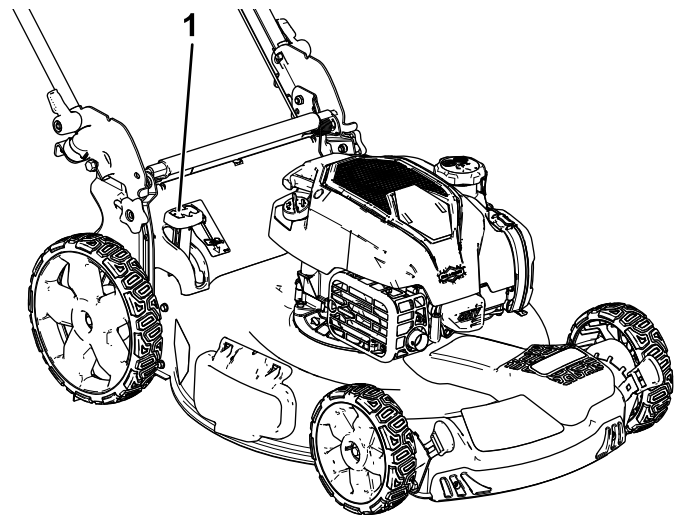

Bild 16
- **Zum Sammeln des Schnittguts und Laubs** drücken Sie die Taste am Hebel für den zuschaltbaren Fangkorb und bewegen den Hebel nach vorne, bis die Taste am Hebel herauspringt (Bild 16).